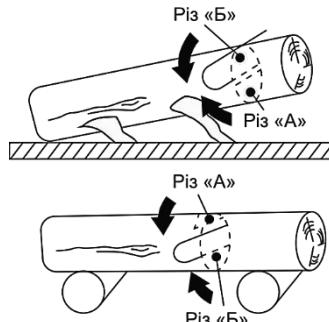

Рисунок 6
Зробіть розпили колоди таким чином. Перший розпил (A) зробіть знизу вгору на 1/3 товщини колоди та закінчіть розпилювання (B) зверху вниз (рисунок 6).